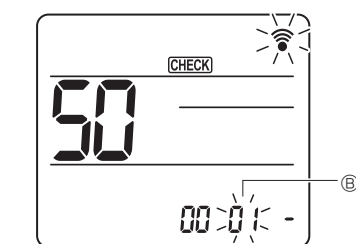

Fig. 6-18
- ③ Selezionare un modo
Premere il pulsante [50] per impostare il Numero di modo ②. (Fig. 6-18)